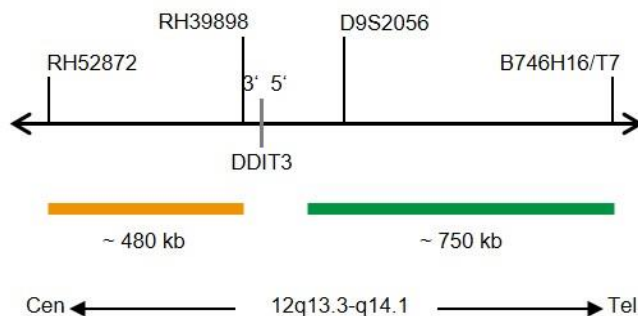

Fig. 1: SPEC DDIT3 Mapa da sonda (sem escala)
- Polinucleótidos (~10 ng/μl) com marcação ZyGreen (excitação 503 nm/emissão 528 nm), dirigidos ao mapeamento de sequências alvo em 12q13.3-14.1* (chr12:58,024,366-58,775,832) distais ao ponto de quebra do gene DDIT3 (ver Fig. 1).
- Polinucleótidos (~4.5 ng/μl) com marcação ZyOrange (excitação 547 nm/emissão 572 nm), dirigidos ao mapeamento de sequências alvo em 12q13.3* (chr12:57,386,312-57,865,800) proximais ao ponto de quebra do gene DDIT3 (ver Fig. 1).